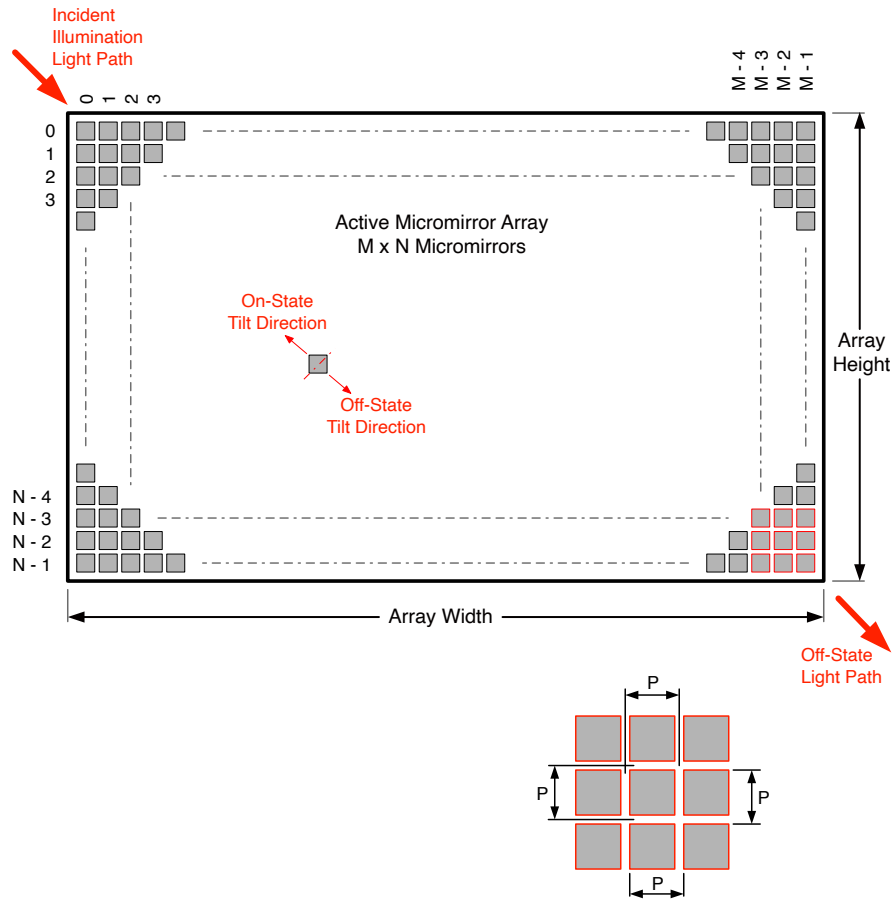

图 5-16. 微镜阵列物理特性
- (1) 请参阅 图 5-16。
- (2) DMD 微镜的快速切换速度与先进的 DLP 图像处理算法相结合，使每个微镜能够在每个帧期间在屏幕上显示四个不同的像素，从而可以显示完整的 4x 像素。
- (3) 有源阵列周围边框的结构和质量包括一条称为微镜池 (POM) 的部分起作用的微镜带。这些微镜在结构上和/或电气上被阻止向亮或“打开”状态倾斜，但仍需要进行电偏置以向“关闭”状态倾斜。